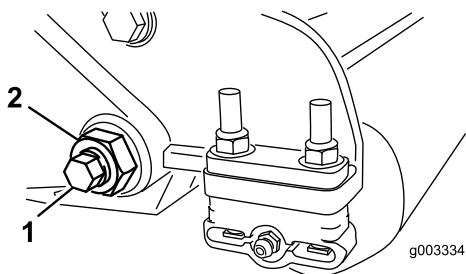
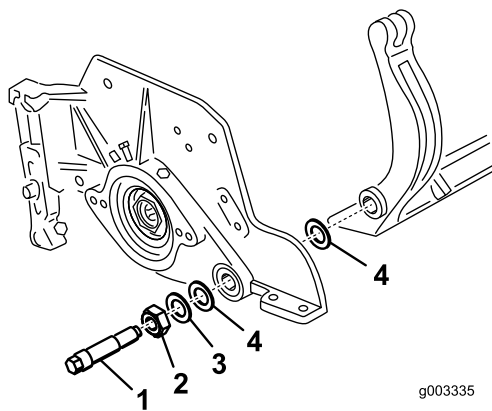

图31
图32
3. 在机器的另一侧松开固定底刀架螺栓图31的锁紧螺母。
4. 拆下两个底刀架螺栓向下拉动底刀架并从机器螺栓图31上拆下来。取下底刀架图32两端的2个尼龙垫圈和1个冲压钢垫圈。
4. 在两个尼龙垫圈的外侧各放一个钢垫圈图32。
上紧底刀螺栓扭矩至 2736N·m。拧紧锁紧螺母直至外部钢垫圈停止旋转且两侧不再松动但不要拧得过紧或导致侧板变形。内侧的垫圈可能有空隙 图32。